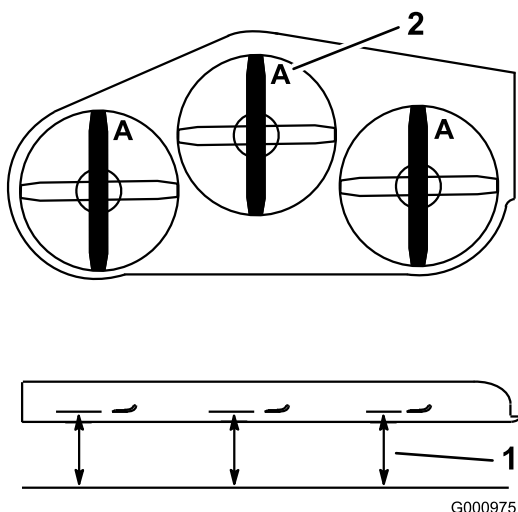

Figure 101
4. Mesurez la distance entre la surface plane et le tranchant (position **A**) des lames (Figure 101).